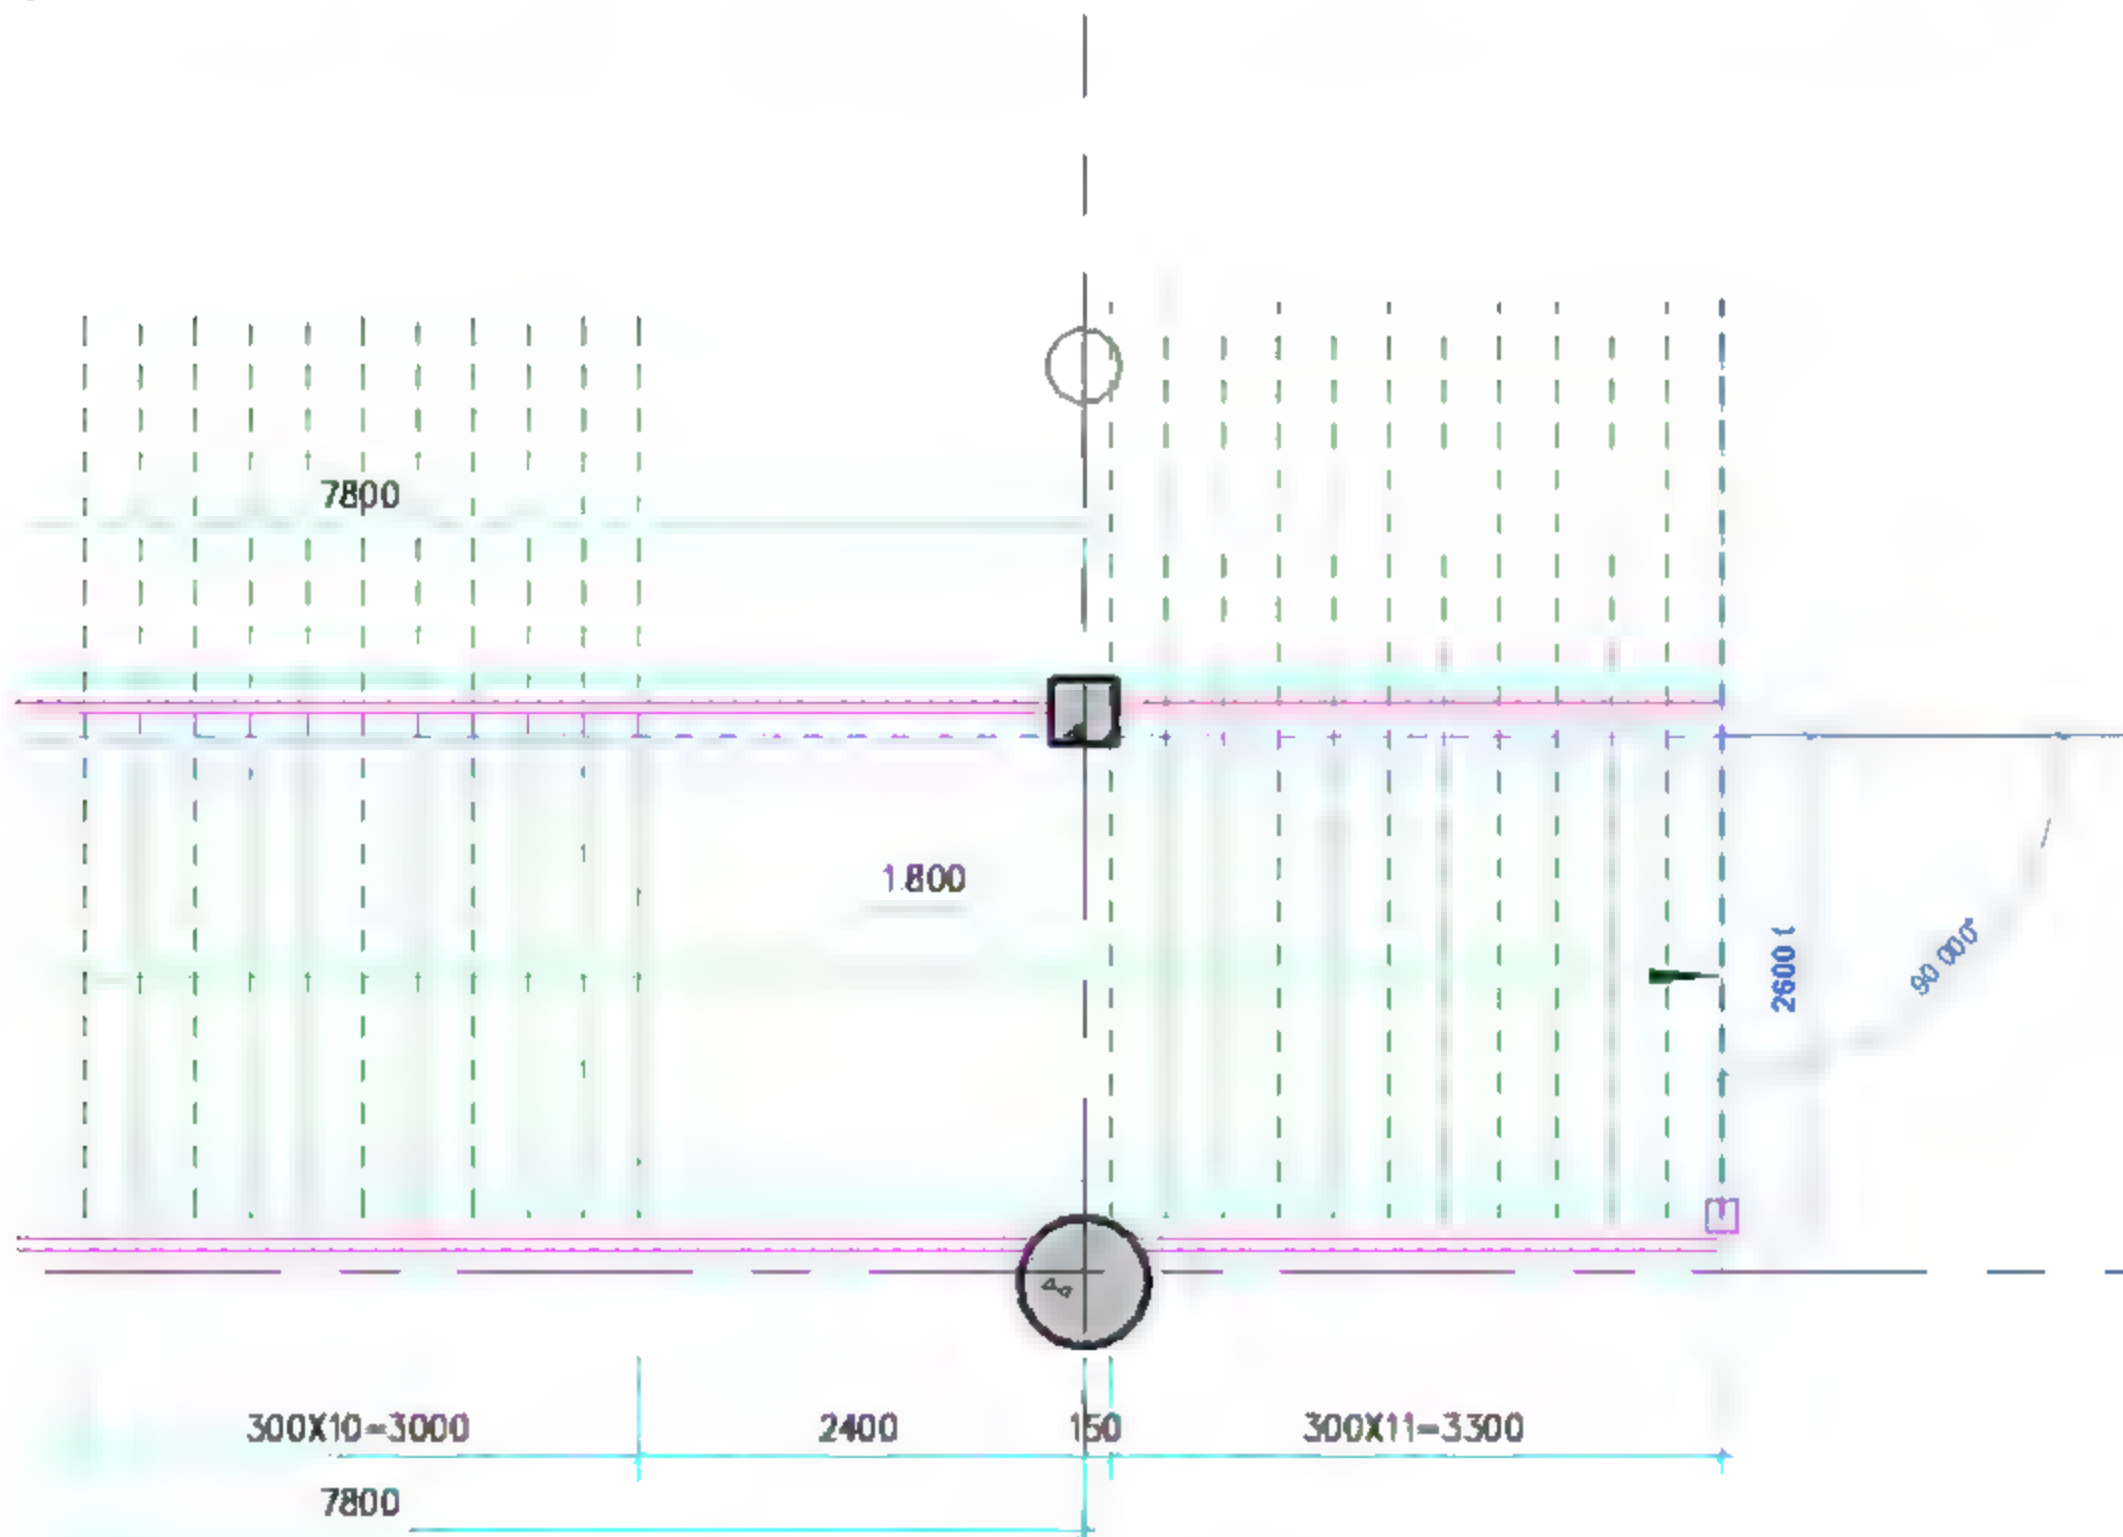

图 11.2.70 复制多个水平参照线
(5) 绘制水平参照平面。按快捷键 **R+P** 绘制参照平面，沿着楼梯最上面的边线绘制一条水平参照平面，按快捷键 **C+O**，然后捕捉楼梯线依次再向下复制一条参照线，如图 11.2.70 所示。